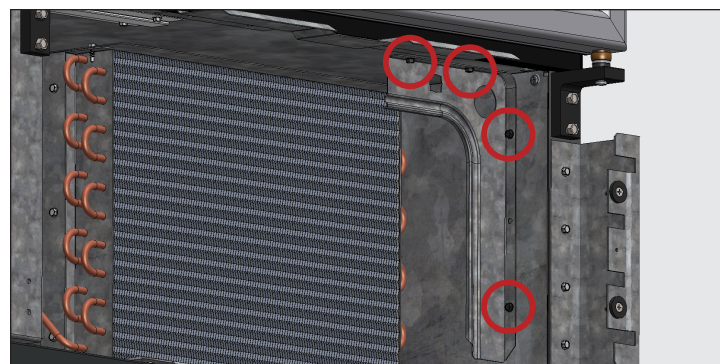

Fig. 6. Emplacements des vis de fixation de support de l'armoire.
6. Retirez la fixation de support de l'armoire. Voir fig. 6.